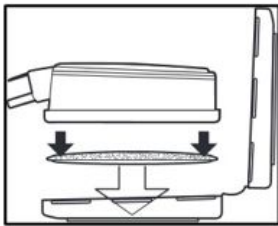

Fig.5
1. Orienter un filtre dans la moitié la plus grande du dispositif de retenue de filtre de manière que la forme du filtre s'aligne avec la forme du dispositif de retenue de filtre. S'assurer que le côté imprimé du filtre est orienté vers le bas (fig. 5). Remarque : La moitié la plus grande du dispositif de retenue de filtre NE comporte PAS d'extrémité découpée, tandis que la moitié la plus petite comporte une extrémité découpée de sorte qu'elle s'ajuste autour de la connexion de la cartouche.